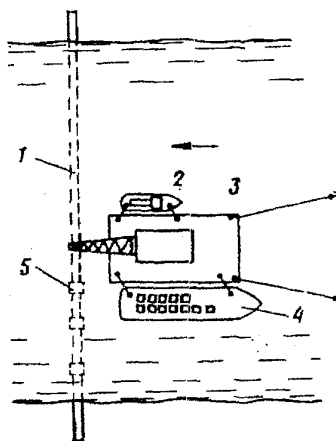

Рис. 14. Схема установки грузов на подводный трубопровод
1.66.75. Нормами с Н-66-02-016-05 по Н-66-02-016-09 предусмотрена установка плавучим краном с участием водолазов балластных седловидных или П-образных грузов массой 4 - 10 т на уложенный в подводную траншею трубопровод (рис. 14). Грузы находятся на плавучей площадке или барже. Кран и плавучая площадка (баржа) по мере надобности переставляются буксиром вдоль трассы уложенного трубопровода.